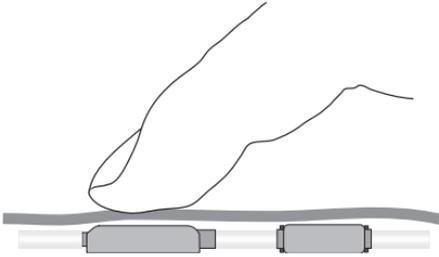

Abb. 13: Lokalisation des Ventils
1. Die Verstelleinheit wird unter der Haut lokalisiert (Abb. 13).